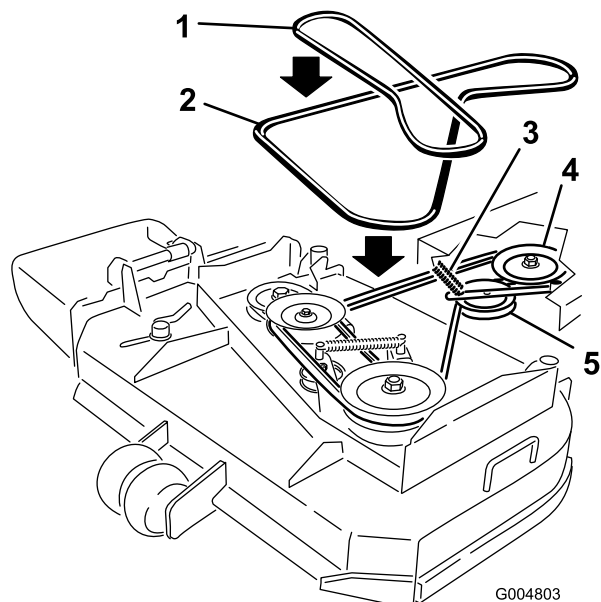

Bild 45
6. Rollen Sie den Riemen von der mittleren Spannscheibe am Mähwerk (**Bild 45**). Passen Sie beim Abnehmen des Riemens auf, da sich die Spannung aufgrund der gefederten Spannscheibe erhöht.
7. Nehmen Sie den Riemen von der Motorspannscheibe und der gefederten Spannscheibe ab (**Bild 45**).
8. Setzen Sie den neuen Riemen auf die Motorspannscheibe und die gefederte Spannscheibe auf (**Bild 45**).
9. Rollen Sie den Riemen auf die mittlere Spansscheibe am Mähwerk (Bild 45). Passen Sie beim Einsetzen des Riemens auf, da sich die Spannung aufgrund der gefederten Spansscheibe erhöht.